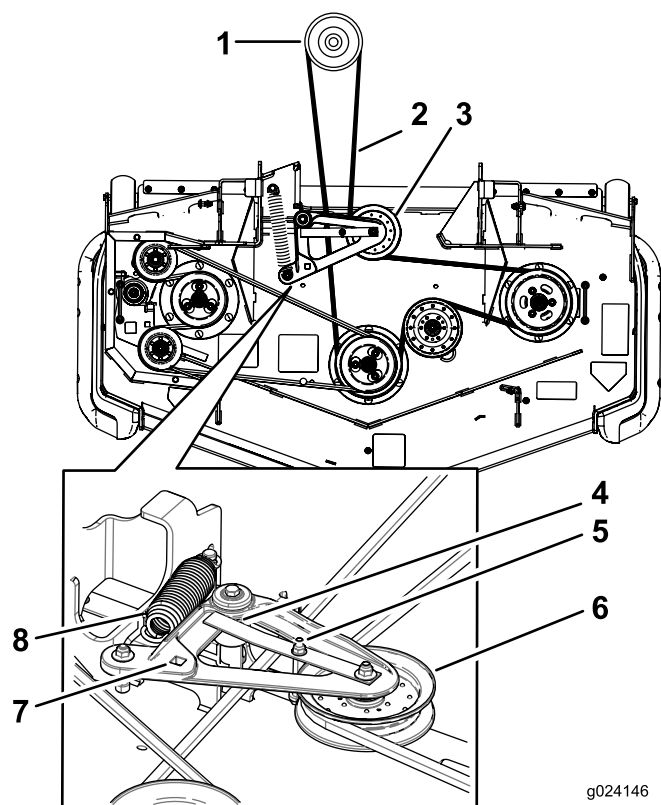

Figure 78
6. Insérez un rochet dans le trou carré du bras de la poulie de tension pour détendre le ressort de la poulie de tension (Figure 78).
8. Soulevez la patte du guide-courroie et déposez la courroie existante (Figure 78).
9. Acheminez la courroie neuve autour des poulies du tablier de coupe et de la poulie d'embrayage, sous le moteur (Figure 78).
10. Tournez et vérifiez que la patte du guide-courroie vient frapper le moyeu de pivot Figure 78.
11. Insérez le rochet dans le trou carré et montez le ressort de la poulie de tension (Figure 78).